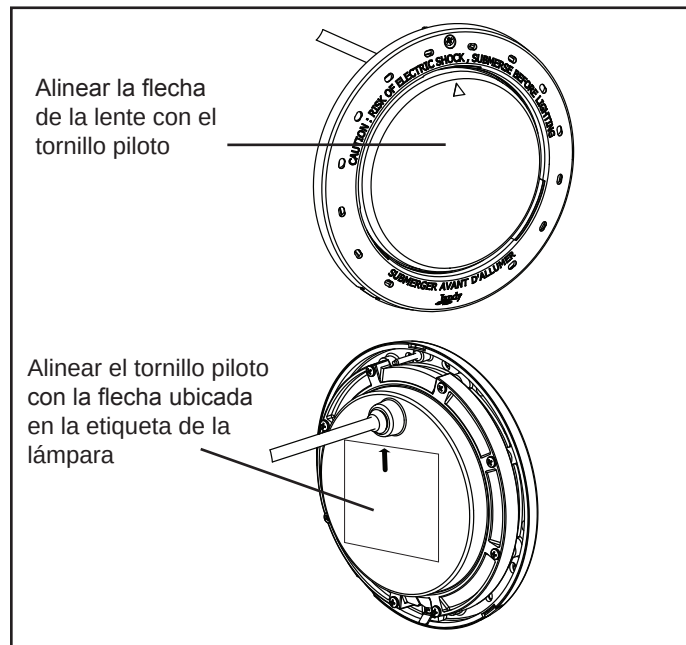

**Figura 9. Alineación de lente, aro frontal, carcasa y abrazaderas de luces LED blancas**
- Coloque la lente y la junta sobre la lámpara. Coloque el conjunto del aro frontal sobre la lente y alinee el tornillo piloto con la marca de flecha pequeña en la parte frontal de la lente. Tenga en cuenta que la marca de flecha pequeña en la parte frontal de la lente y el tornillo piloto en el aro frontal deben quedar alineados con la flecha de la etiqueta de la lámpara en la que se indica: "La flecha de esta etiqueta debe alinearse con el tornillo piloto en el aro frontal". Consulte la Figura 9.